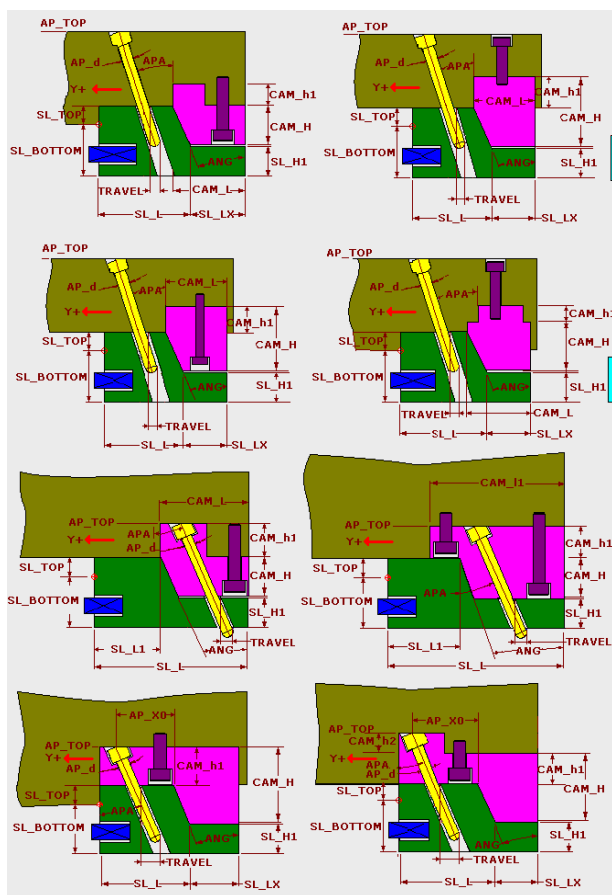

图 8-8 新增的斜导柱驱动的滑块机构
(2) 斜导柱驱动的滑块机构。其余的 10 种皆为斜导柱驱动的滑块机构，其中 Dual Cam-Pin Slide 属于双斜导柱形式的滑块机构。新增 8 种滑块机构更符合一般的设计需要，它们的不同之处在于锁紧块的斜导柱的安装固定方式，如图 8-8 所示。